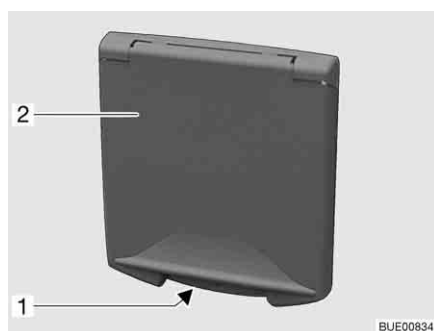

Fig. 48 Portillon pour le raccordement 230 V
- Dans la poignée encastrée (Fig. 48,1), saisir le portillon extérieur (Fig. 48,2) et le faire basculer vers le haut.